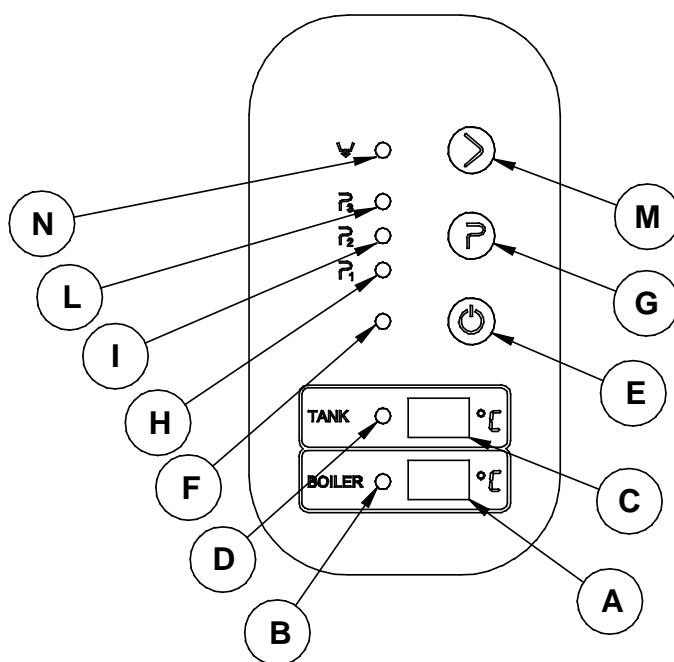

Figure 1
Selon la figure 1, la mise en marche de l'appareil se fait en poussant l'interrupteur général (E) et elle est signalée par l'allumage du voyant (F).